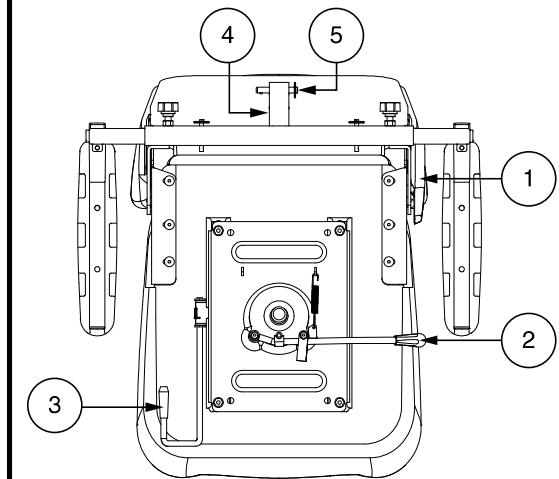

Figura 20. Regolazioni del sedile - Stile B
Per regolare il sedile reclinabile dello scooter, osservare questi passaggi. **Vedere figura 20.**
1. Tirare verso l'esterno la leva scorrimento sedile. **Vedere figura 20.**
Vedere figura 20.
La staffa accessoria montata posteriormente consente di collegare un accessorio personale come un cestino, un porta-deambulatore o una bombola di ossigeno alla parte posteriore dello scooter. Utilizzare il perno di fermo per fissare saldamente l'oggetto alla staffa accessoria. **Vedere figura 20.** Per dettagli rivolgersi al fornitore autorizzato.